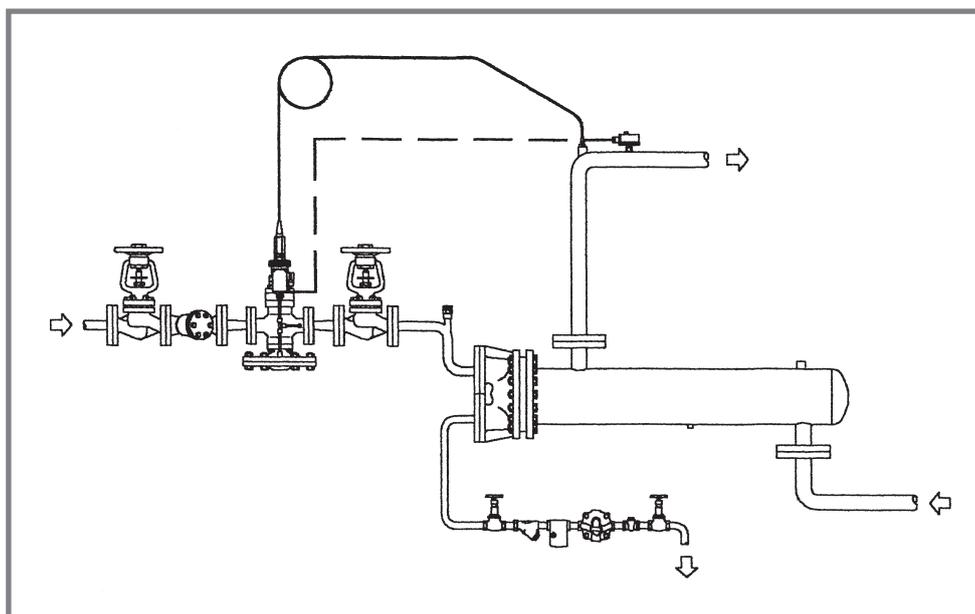

Fig. 7
4.6.3 Su piccoli scambiatori con drenaggio in atmosfera installare una valvola rompivuto sul circuito vapore a monte dello scambiatore; occorre inoltre installare correttamente il sistema di scarico condense e dimensionare correttamente lo scaricatore per evitare l'allagamento delle superfici di scambio. Lo scaricatore deve essere montato ad una discreta distanza sotto l'uscita dello scambiatore e deve essere dimensionato per una pressione uguale all'altezza statica tra l'uscita dello scambiatore e l'ingresso dello scaricatore. La tubazione dallo scaricatore deve proseguire con una pendenza tale da evitare eventuali contropressioni sullo scaricatore (Fig. 7).